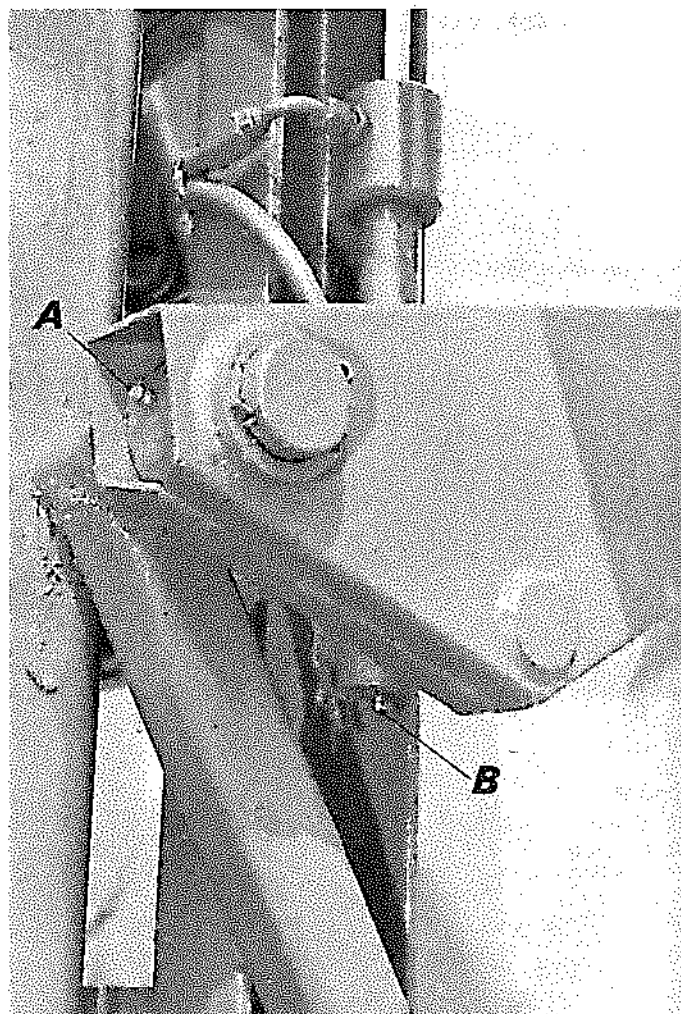

Figure 6. Points de graissage mécanisme de pression
- mécanisme pression Fig. 6 (4)